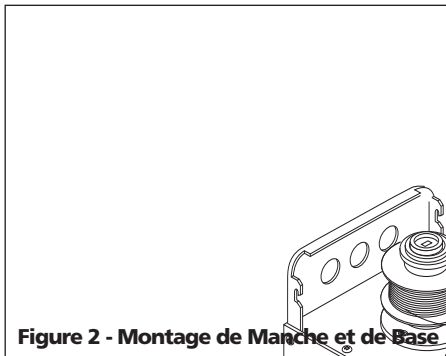

Figure 2 - Montage de Manche et de Base
1. Placer le manche équipé sur le soudeur en alignant les deux trous dans les bouts en plastique avec les trous filetés du carter de soudeur (Fig. 2).